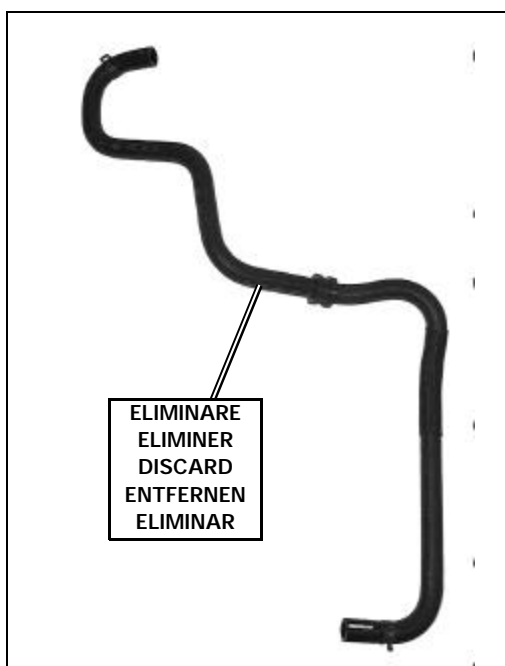

FIG.2A
- ed eliminare il tubo olio di collegamento pompa idroguida-vaschetta di rabbocco vedi particolare Fig.2A).
- Eliminer le tuyau de l'huile de la connexion direction assistée-réservoir de remplissage (voir détail Fig.2A).
- and discard the oil hose connecting the hydraulic power steering pump with the overflow tank (see detail in Fig. 2A).
- Ausgleichsbehälter -siehe Teilansicht Abb. 2A entfernen.